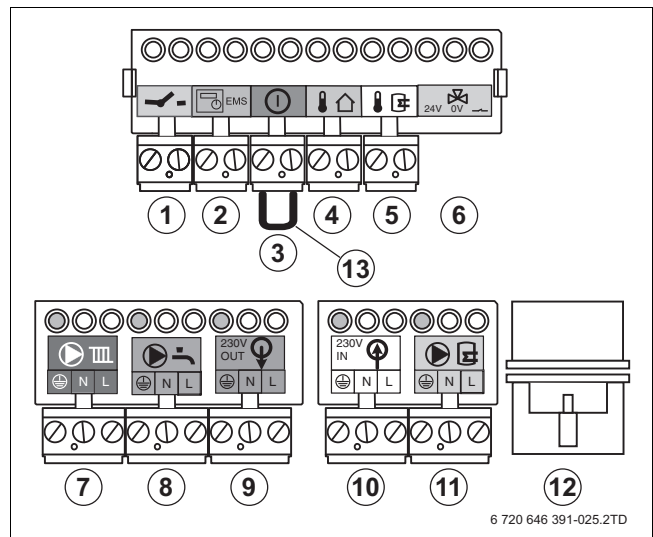

Bild 26 Klemmleisten
- Raumtemperaturgeführter Logamatic RC- oder RF-Regler an Anschlussklemme  anschließen (→ Bild 26, [2]). Hierzu ein 2-adriges Stromkabel von jeweils 0,4 bis 0,75 mm² verwenden.
- Ein/Aus-Raumtemperaturregler auf Anschlussklemme  (→ Bild 26, [1]) anschließen.
- Das Logamatic Regelgerät auf Anschlussklemme  (→ Bild 26, [2]) anschließen. Hierzu ein 2-adriges Stromkabel von 0,4 bis 0,75 mm² verwenden.
- Netzanschluss des Funktionsmoduls mit Anschluss ^{230V} OUT (→ Bild 26, [9]) an der Klemmleiste verbinden. Hierzu das mit dem Funktionsmodul mitgelieferte Netzkabel verwenden.
- Die Brücke auf Anschlussklemme ① (→ Bild 26, [3]) entfernen.
- Den Außentemperaturfühler auf Anschlussklemme (→ Bild 26, [4]) anschließen.
- Den Speichertemperaturfühler auf Anschlussklemme (→ Bild 26, [5]) anschließen.
- Das 24 VDC 3-Wege-Ventil auf Anschlussklemme (→ Bild 26, [6]) anschließen.
Die 230-Volt-Anschlüsse (→ Bild 26, [7 bis 12]) sind für elektrisches Zubehör in den Heizungsanlagen nutzbar. Jeder Anschluss hat eine maximal zulässige Leistungsaufnahme von 250 W.
- Die Heizungspumpe auf Anschlussklemme (→ Bild 26, [7]) anschließen.
- Die Zirkulationspumpe auf Anschlussklemme (→ Bild 26, [8]) anschließen.
- Speicherladepumpe/externes 3-Wege-Ventil (230 V) an Anschlussklemme (→ Bild 26, [11]) anschließen.